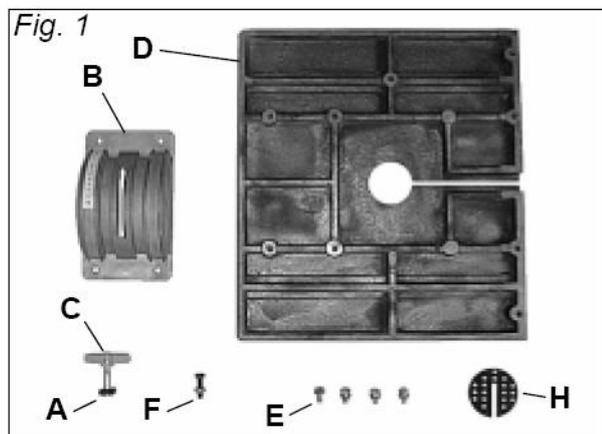

Рис. 1
Пока стол перевернут, закрепите стопорный винт стола и гайку (F), как показано на рисунке. Это нужно будет отрегулировать позже. Рис. 1